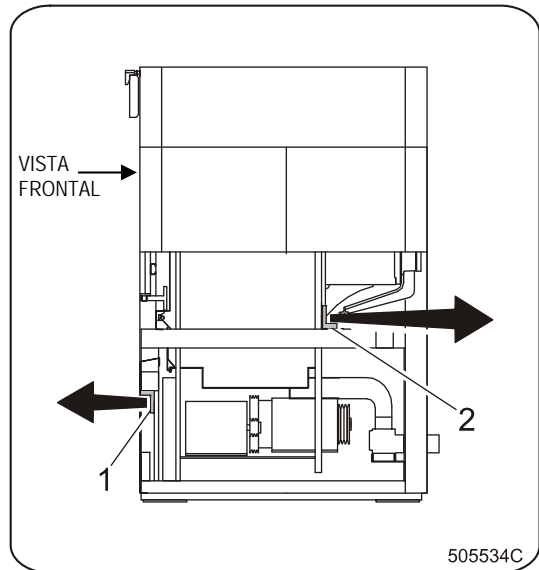

Fig. 8.5.A. Máquinas 33-40-55 kg / 75-90-125 lbs, Soportes de transporte
Antes de poner la máquina en funcionamiento hay que desmontar tres soportes de transporte, acentuadamente pintados de la máquina, que aseguran la parte oscilatoria de la máquina durante el transporte. Un soporte (fig. 8.5.A, pos.1) está en la parte delantera, accesible después de desmontar la cubierta inferior delantera. Dos soportes (2) están en la parte trasera de la máquina, accesibles después de desmontar la cubierta trasera. Al quitar los soportes, vuelva a montar las cubiertas a su lugar.